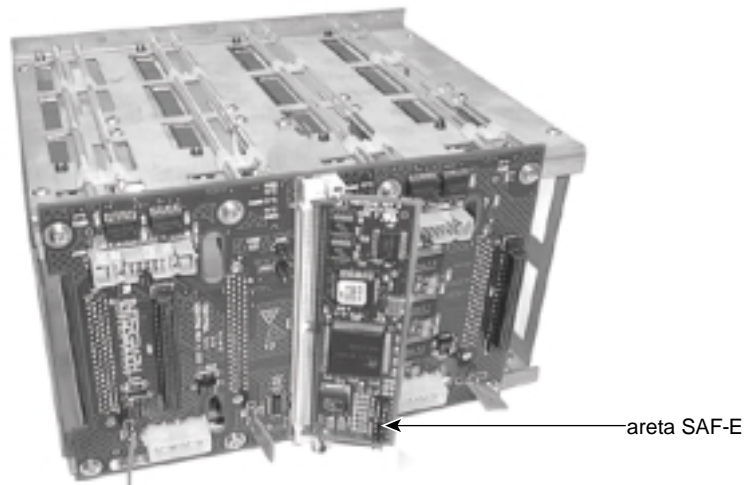

Figura 9-12 Tarjeta SAF-TE
2. Localice la tarjeta SAF-TE, centrada en la parte posterior del compartimiento para unidades de disco. Consulte la Figura 9-12.